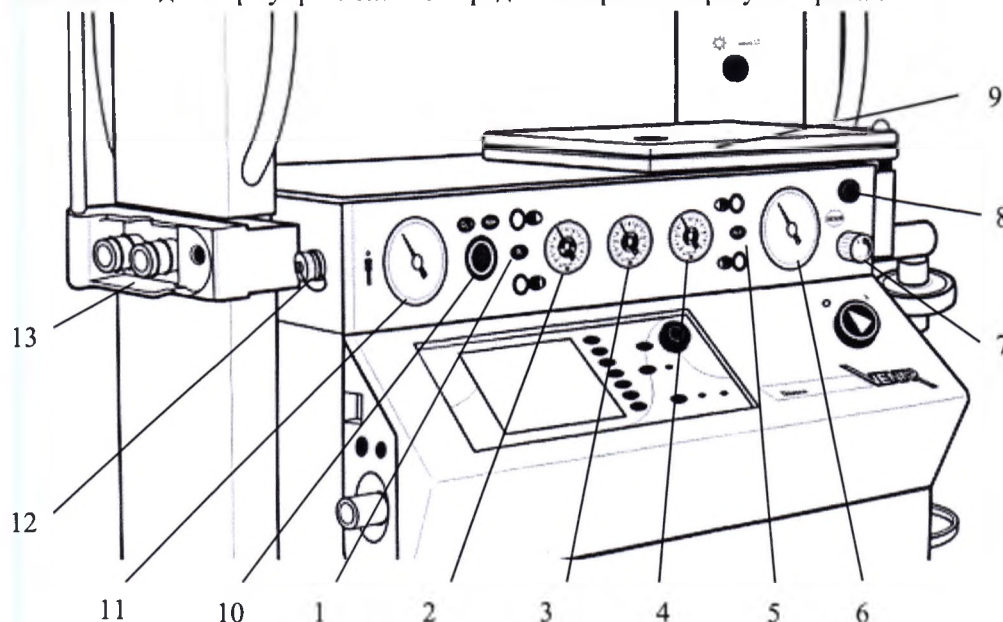

рис. 9
Внешний вид шкафа управления с передней стороны образуют - рис.9:
- 9 – рабочий стол врача-анестезиолога, который можно опрокинуть – см. рис. 9а
Кроме встроенного электронного мониторинга в панели шкафа управления размещен механический мановакуумметр /11/ - рис. 9 в качестве защитного предохранителя при возможной неисправности электронного мониторинга.
Свежая дыхательная смесь, поступающая из шкафа управления через держатель дыхательного контура /13 рис. 9/ поступает в камеру интегрированной дыхательной системы и через инспираторный клапан /4/, инспираторный отделительный фильтр /17/ и посредством инспирационного шланга /11/ через Y распределение /13/, колено /14/ и подключение пациента, которое является индивидуальным в зависимости от пользователя, в пациента. D-Lite датчик, /15/ размещенный в конце дыхательной системы, обеспечивает измерение потока или давления